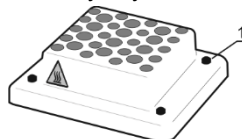

Рисунок 2. Установка термоблока
- Установите термоблок так, чтобы наклейка  была спереди прибора (рис. 2).
- Закрутите 4 винта (рис. 2/1) или 4 шестигранных винта.